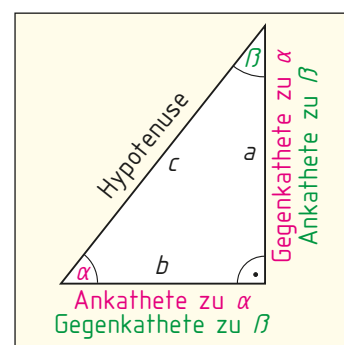

Bild 4: Seiten und Winkel im rechtwinkligen Dreieck
4. Geben Sie für die Winkel α und β im rechtwinkligen Dreieck (**Bild 4**) die Seitenverhältnisse für die Winkelfunktionen $\cos \alpha$, $\tan \alpha$ und $\cot \beta$ in der Tabelle an.